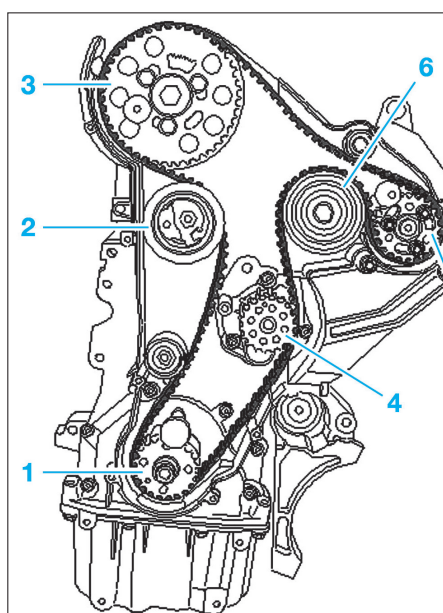

FIG. 22
• Tourner le pignon d'arbre à cames (3) et le pignon de courroie crantée de la pompe haute pression (5) dans leurs trous oblongs jusqu'en butée dans le sens des aiguilles d'une montre (Fig.22).